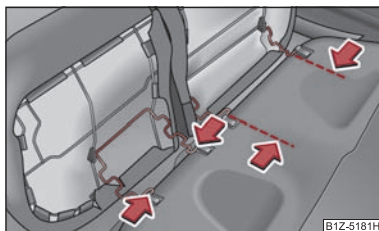

Fig. 52 Sacar las banquetas de asiento
- Presionar el estribo de alambre en sentido de la flecha ⇒ fig. 52 y sacar la banqueta del asiento de la fijación.